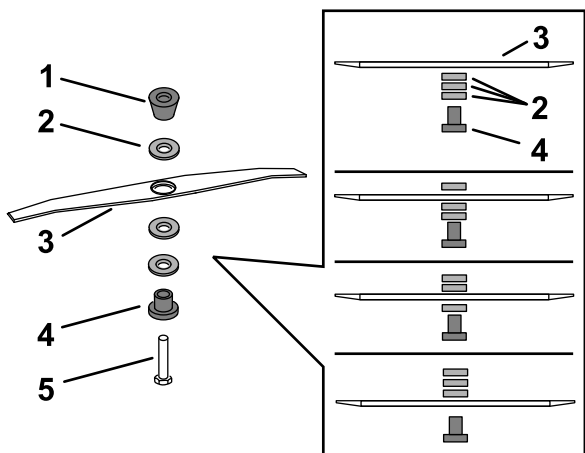

Bild 42
5. Verwenden Sie den mit der Maschine gelieferten Schraubenschlüssel, um das Messer zu entfernen, indem Sie die Messerschraube gegen den Uhrzeigersinn drehen (Bild 42).